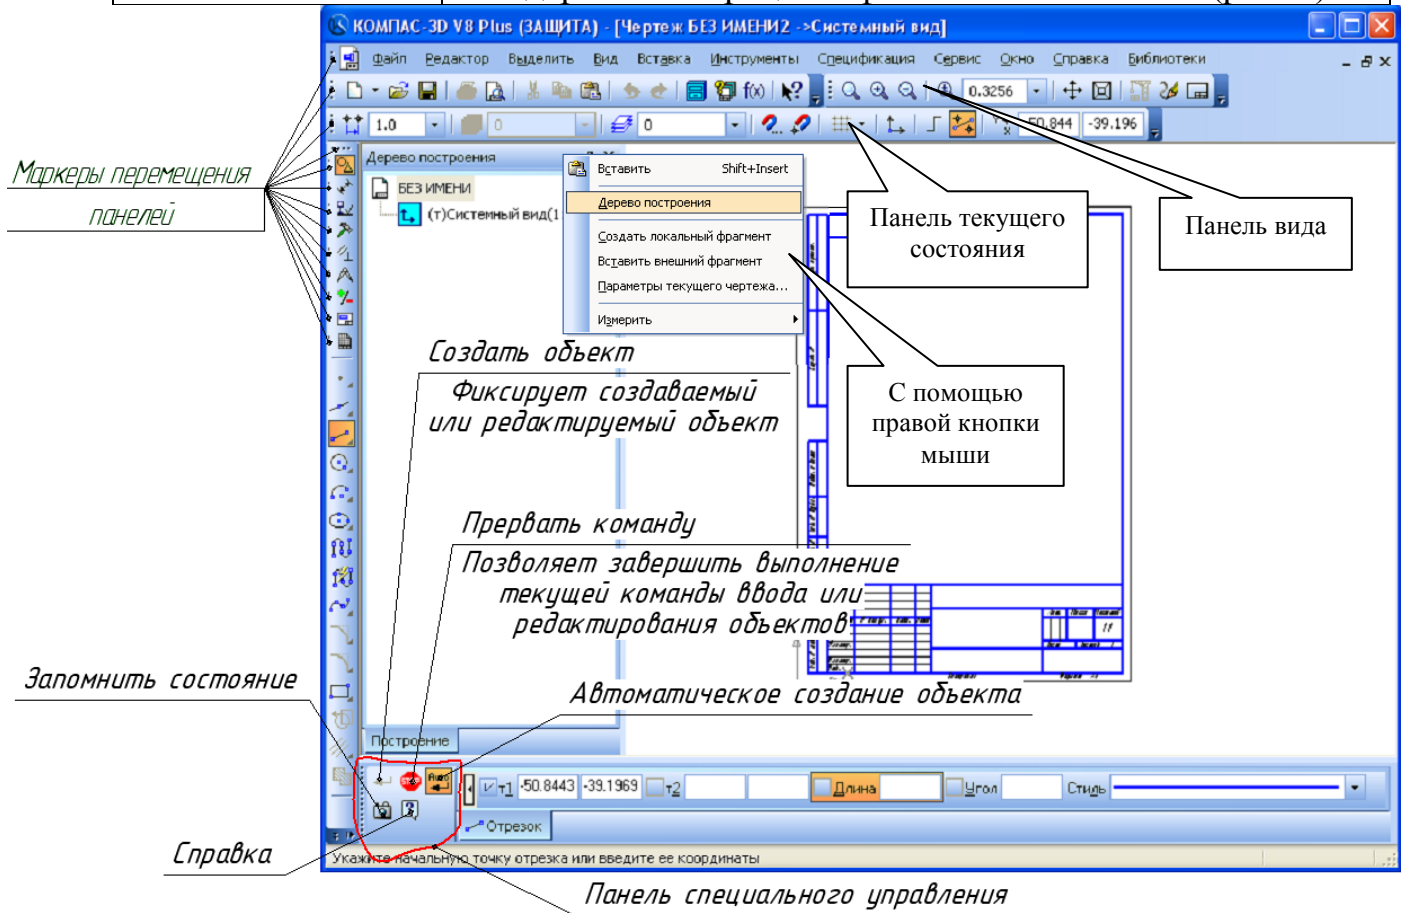
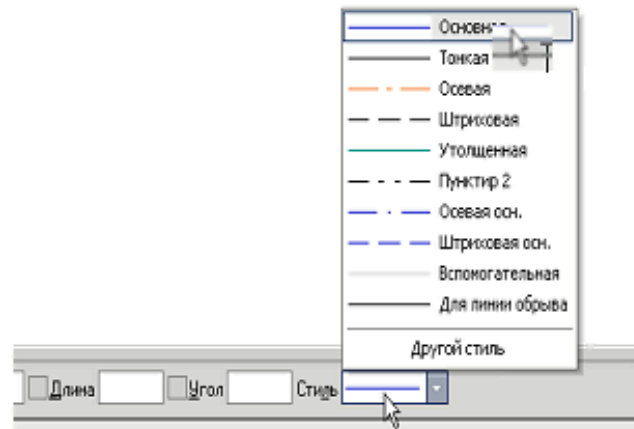
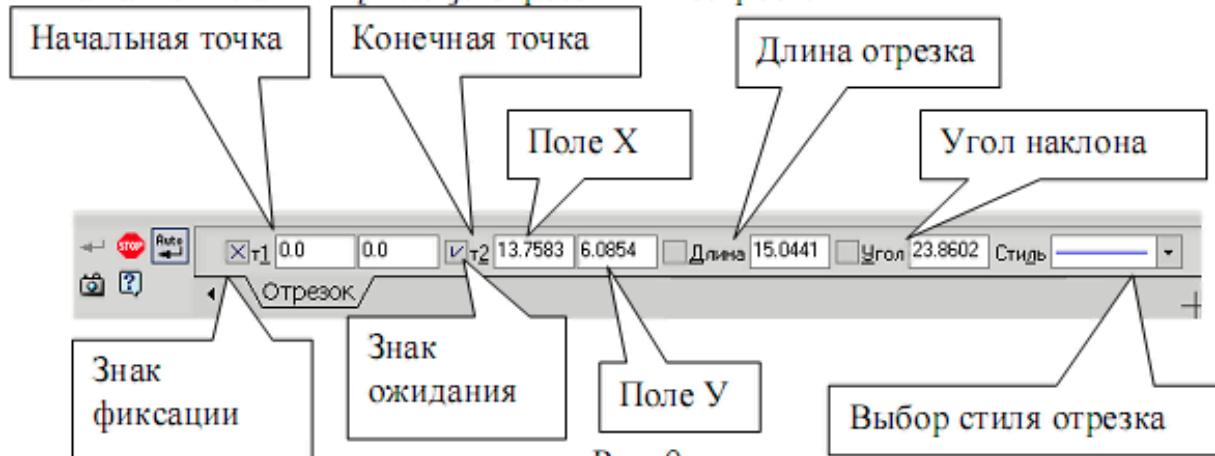
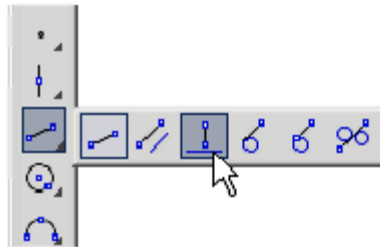

РИС.4
Рис. 8
Рис. 9
Рис. 10
Панель специального управления	Содержит кнопки, с помощью которых выполняются специальные действия, такие как Создать объект, Выбор базового объекта, Автосоздание объекта и т. д. (рис.4).
дов, составляющих чертеж. Они отображаются в Дереве в порядке создания (рис.4).
Панель вида	Команды управления отображением информации внутри окна документа программы (рис.4).
РИС.4а
1. На панели **Геометрия**, рис. 6, активизируйте команду **Отрезок**, рис. 7. Убедитесь, что кнопка **Автосоздание** включена на панели специального управления, рис. 4. Параметры отрезка при его создании и редактировании отображаются в отдельных полях **Строки параметров** (рис. 9): два поля координат X и Y начальной ($\underline{r1}$) и конечной ($\underline{r2}$) точек, поле длины отрезка, поле его угла наклона, поле стиля отрезка.
1. Выполните построение отрезка AB , заданного координатами концов отрезка. Для этого подведите курсор к началу координат (координаты точки $A (0, 0)$) и зафиксируйте положение точки A нажатием левой кнопки мыши. Начальная точка (рис. 9) будет построена. Убедитесь, что стилем прямой является «Основная линия». Выбор стиля прямой показан на рис. 8.
Для фиксации точки $B(30, 50)$ активизируйте поле X точки 2 (конечная точка, рис. 9) двумя щелчками левой кнопкой мыши (можно с помощью горячих клавиш: $[Alt]+[2]$), введите значение «30». С помощью клавиши $[Tab]$ активизируйте поле Y , введите значение «50» и завершите ввод данных нажатием клавиши $[Enter]$. Отрезок AB построен.
2. Постройте отрезок CD по координатам начальной и конечной точек, выбрав стиль отрезка «Штриховая», рис. 8.
Для фиксации точки $C(30, 0)$ активизируйте поле X точки 1 (начальная точка, рис. 9) двумя щелчками левой кнопкой мыши (можно с помощью горячих клавиш: $[Alt]+[1]$), введите значение «30». С помощью клавиши $[Tab]$ активизируйте поле Y , введите значение «0» и завершите ввод данных нажатием клавиши $[Enter]$. Для фиксации точки $D(0, 50)$ активизируйте поле X точки 2 (конечная точка, рис. 9) двумя щелчками левой кнопкой мыши, введите значение «0». С помощью клавиши $[Tab]$ активизируйте поле Y , введите значение «50» и завершите ввод данных нажатием клавиши $[Enter]$. Отрезок CD построен.
3. Для построения отрезка DK выберите стиль отрезка «Тонкая» (рис. 8) и активизируйте команду **Перпендикулярный отрезок** на панели расширенных команд, рис. 10.